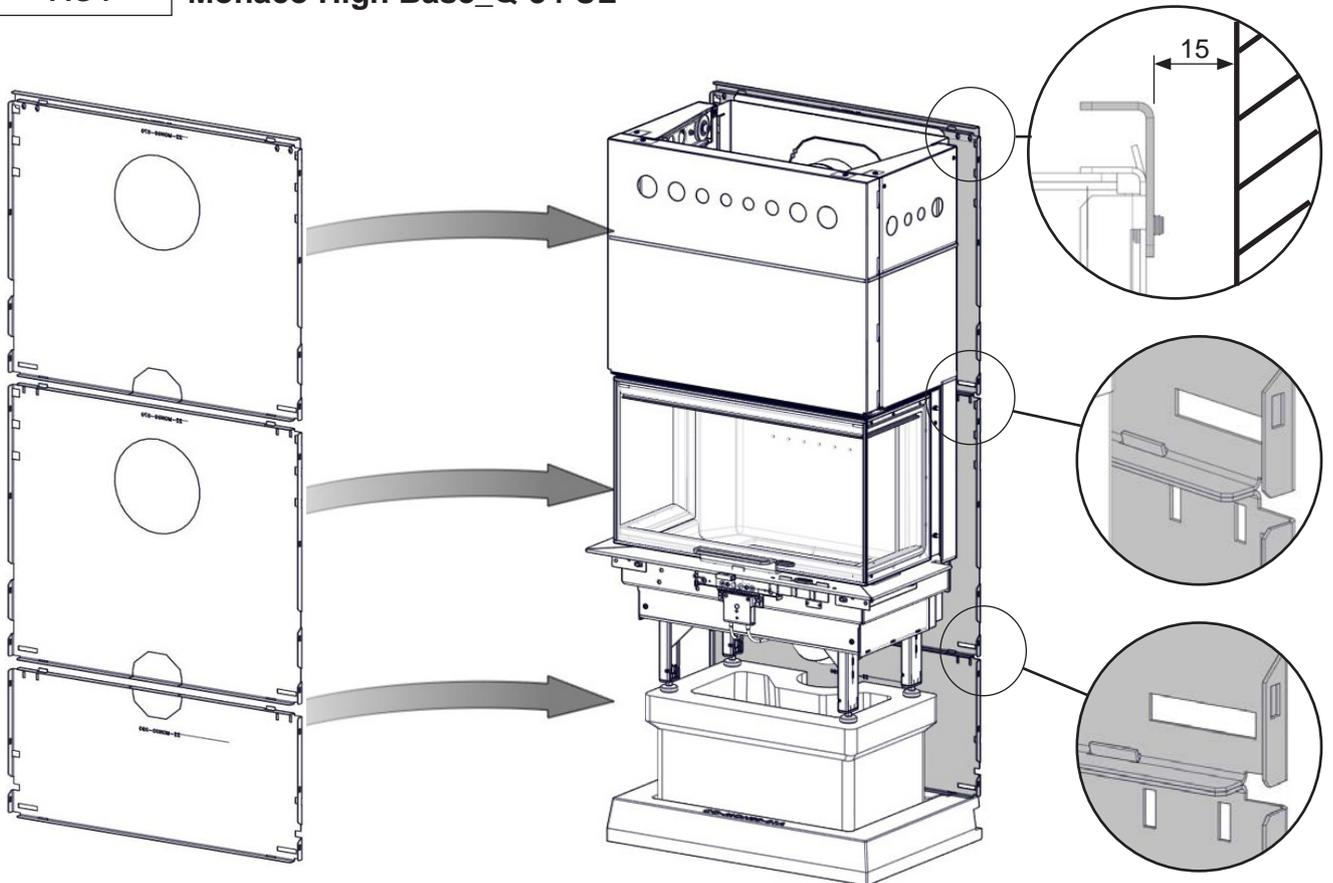

FIG 8 Monaco High Base_Q-34 UL
NB! **A.** Avstand mellom sideplater kan justeres med å løsne og feste skruer vist i FIG 10-12. **B.** Platene kan fin justeres vertikalt med å løsne og feste skruer se FIG. 8 og 9 skru B på FIG 11 og ved å endre høyde på stål rammens føtter – Fig 8.
B. Vertical position of plates can be changed by loosening and tightening screws shown on FIG 8-9, screw B on FIG 11 and by changing height of skeleton feet - FIG 8.
Obs! A. Avståndet mellan sidoplattona kan finjusteras genom lossning och åtdragning av skruvarna, se fig. 10 till 12. **B.** Plattornas vertikalläge kan finjusteras genom lossning och åtdragning av skruvarna, se fig. 8 och 9, skruv B i fig. 11 samt genom höjjustering av stommens fötter, se fig. 8.
Achtung! A. Um die Abstände zwischen den Seitenplatten anzupassen, können die Schrauben auf Abb. 10-12 gelockert oder angezogen werden. **B.** Um die vertikale Plattenposition zu ändern, können die Schrauben auf Abb. 8-9 und Schraube B auf Abb. 11 gelockert oder angezogen werden. Außerdem kann die Höhe der Rahmenfüße angepasst werden (Abb. 8).
Attention! A. La distance entre les plaques latérales peut être réglée en desserrant et en serrant les vis indiquées sur les Fig. 10 à 12. **B.** La position verticale des plaques peut être modifiée en desserrant et en serrant les vis indiquées sur les Fig. 8-9, la vis B sur la Fig. 11 et en changeant la hauteur des pieds de l'ossature - Fig. 8.
NB! **A.** Avstand mellom sideplater kan justeres med å løsne og feste skruer vist i FIG 10-12. **B.** Platene kan finjusteres vertikalt med å løsne og feste skruer se FIG. 8 og 9 skru B på FIG 11 og ved å endre høyde på stål rammens føtter – Fig 8.
Obs! **A.** Avståndet mellan sidoplaterna kan finjusteras genom lossning och åtdragning av skruvarna, se fig. 10 till 12. **B.** Plattornas vertikalläge kan finjusteras genom lossning och åtdragning av skruvarna, se fig. 8 och 9, skruv B i fig. 11 samt genom höjjustering av stommens fötter, se fig. 8.